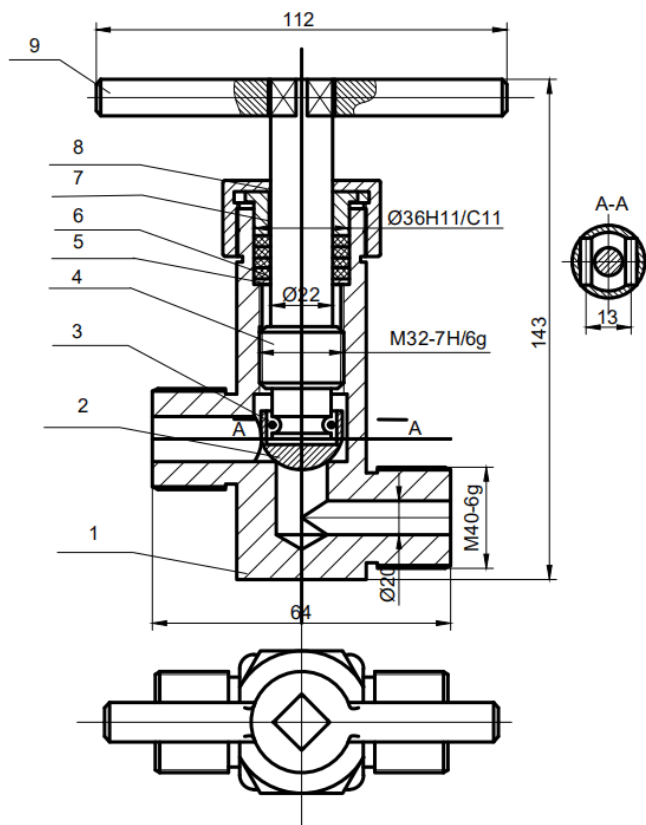

图 6-8 (a) 例 3
**例 6-3** 读阀门的装配图, 如图 6-8 (a) 所示, 回答问题并拆画序号 1 阀体的零件图 (按照图中大小绘制, 不标注尺寸)。说明: 阀门的工作原理: 转动手柄使轴 4 升降, 带动活门 2 打开或关闭阀口, 连接活门与轴的阀柱销 3, 处于轴的环形槽中, 当拧紧阀门时, 活门不会转动。